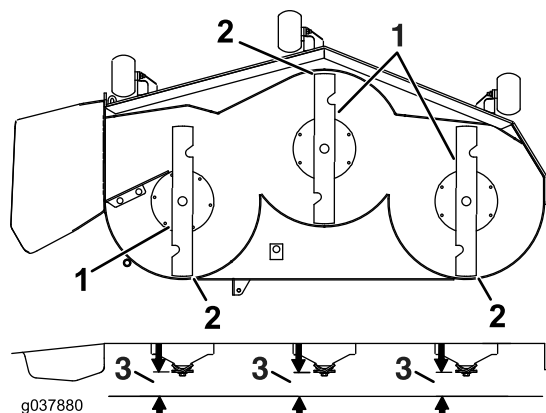

Figura 85
7. Verificarea planeității lamei față-spate (**Figura 85**). Asigurați-vă că vârful lamei față este mai coborât decât vârful lamei spate, aa cum este ilustrat în tabelul privind înălțimea blocului i cuitul pentru tuns. Dacă sunt necesare reglaje, continuați cu această procedură.